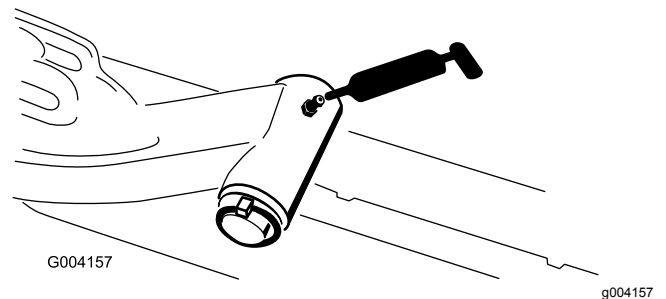

Figure 61
- Axe de pivot des bras de levage (x1) – Figure 61